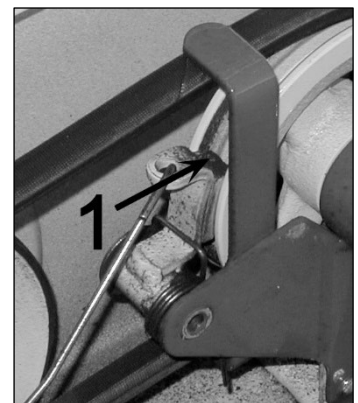

Figura 20
- Si es difícil liberar el manubrio, desatornille la tuerca (A, Figura 20,21), luego atornille la tuerca B para aumentar la tensión del cable. Una vez realizado el ajuste, vuelva a atornillar la tuerca A.
- Si el manubrio no se bloquea correctamente, desatornille la tuerca (A, Figura 20,21) y después desatornille la tuerca A para disminuir la tensión del cable. Una vez realizado el ajuste, vuelva a atornillar la tuerca B.